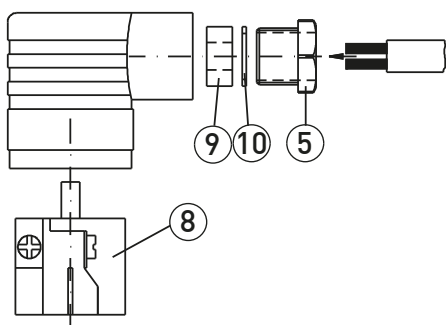

Fig. 4
- ↪ Introduisez le câble de raccordement par la presse-étoupe ⑤, la bague de serrage ⑩ et la pièce en caoutchouc ⑨ dans la boîte de raccordement. (→ Fig. 4).